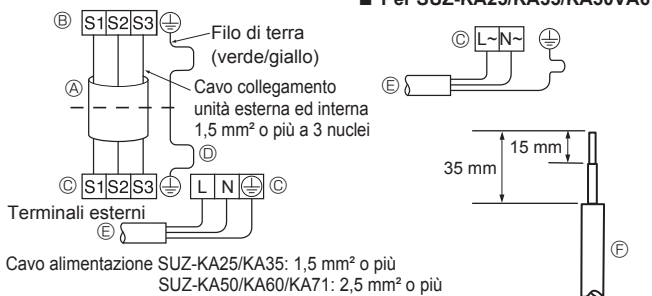
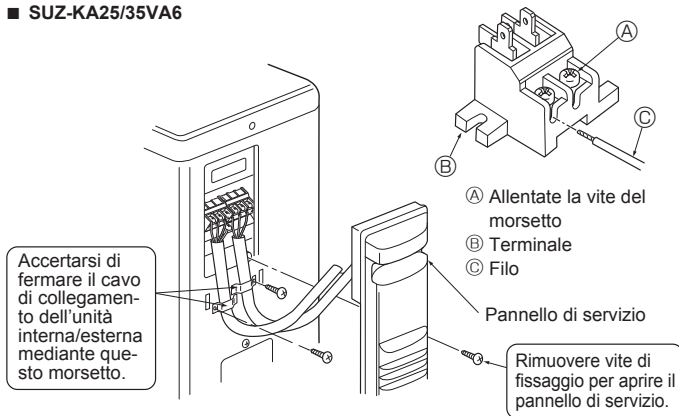
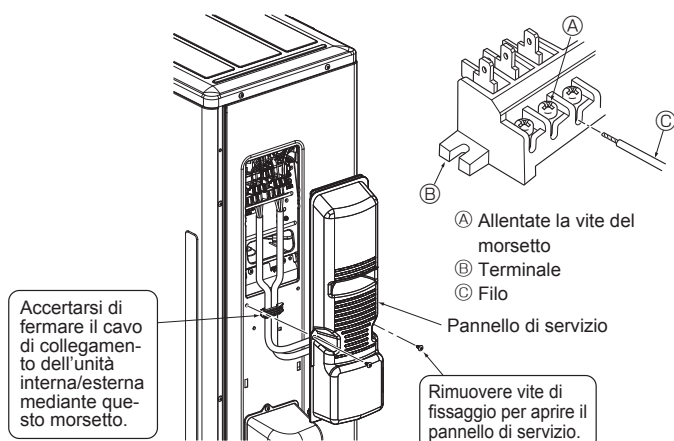

Fig. 6-2
Fig. 6-3
Fig. 6-4
6.1. Unità esterna (Fig. 6-1, Fig. 6-2, Fig. 6-3, Fig. 6-4)
- ① Rimuovere il pannello di servizio.
- ② Collegare i cavi facendo riferimento alla Fig. 6-1, Fig. 6-2, Fig. 6-3 e Fig. 6-4.
- Eseguire i collegamenti elettrici seguendo lo schema ripreso qui sotto a sinistra (Procurarsi il cavo locale). (Fig. 6-2)
- (A) Cavo di collegamento
- (B) Terminali interna
- (C) Terminali esterna
- (D) Installare sempre un filo di terra più lungo degli altri cavi.
- (E) Cavo di alimentazione
- (F) Filo